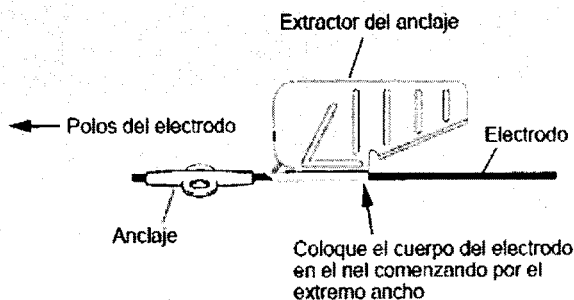

Figura 7. Colocación del extractor del anclaje sobre el electrodo.
5. Comenzando por el extremo ancho del riel (opuesto a la cuchilla), pase un dedo por el electrodo presionándolo para introducirlo en el riel (Figura 7).